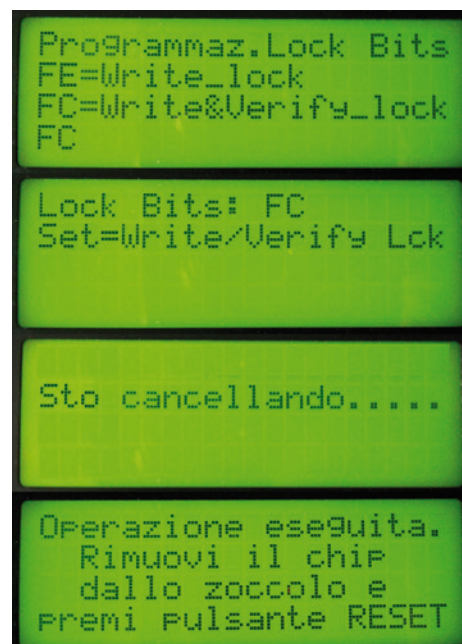

Fig. 10 - La Programmazione del Lock Bit Byte e il Chip Erase.
- **Tasto 3 = Scrivi Lock bits:** questa scelta serve appunto per programmare il Lock Bit Byte; il display mostra le due possibili impostazioni standard (ma, come già detto, si possono usare anche quelle relative ai soli boot lock bits) ed anche in questo caso bisogna inserire il valore del byte scrivendolo direttamente in esadecimale. Subito dopo la solita rilettura e visualizzazione per la verifica dell'operazione (v. prima e seconda immagine della Fig. 10). A proposito della scrittura del Lock Bit Byte bisogna evidenziare un particolare compor-
- **Tasto 4 = Erase micro:** è il comando di Chip erase; come spiegato più volte questa operazione resetta il Lock Bit Byte e cancella irrimediabilmente il contenuto delle aree di memoria flash e memoria EEPROM, mentre non ha alcuna influenza sui valori dei fuse. La pressione del tasto è seguita semplicemente da un messaggio di cancellazione in corso e quindi dall'invito a rimuovere il chip dallo zoccolo. (v. terza e quarta immagine della Fig. 10).